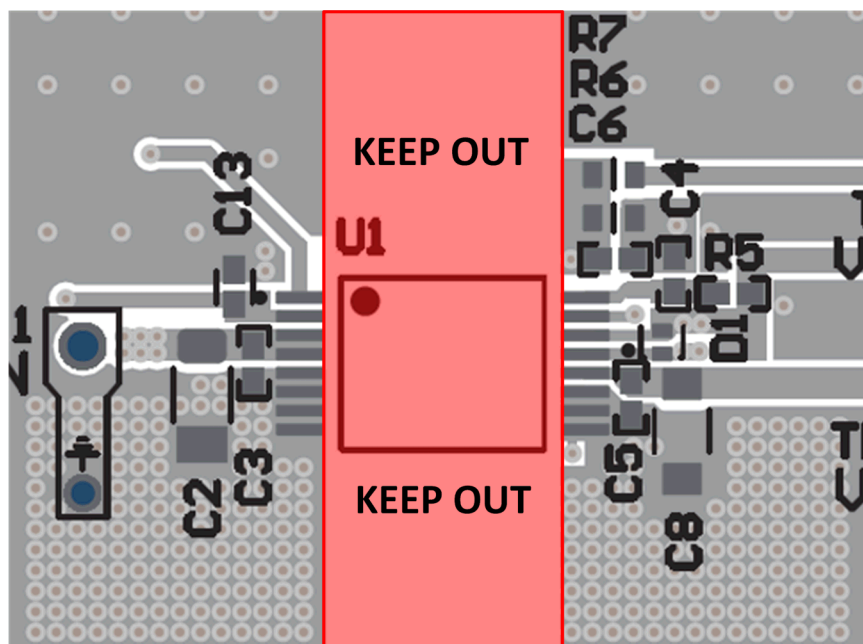

図 8-9. 絶縁禁止領域
8. 沿面距離: データシートに規定されている沿面距離、空間距離、電圧絶縁定格を完全に維持するため、UCC35131-Q1 の直下に信号パターンを配線したり、部品を配置したりしないようにします。定義された絶縁バリア全体で、空間距離を赤色でハイライトしたままにします。基本絶縁でのキープアウトの空間距離は、強化絶縁要件 (8.2mm) より 50% 短くできます。8.2Mm を使用すると、追加のマージンが得られます。図 8-9 にレイアウトの例を示します。